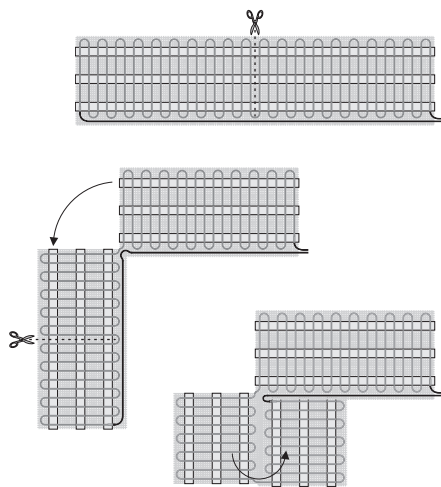

Рис. 11
4. Чтобы разложить мат по форме обогреваемой площади, необходимо разрезать его на фрагменты, при этом не затрагивая нагревательный кабель. Не допускается наложение фрагментов друг на друга (рис. 11).